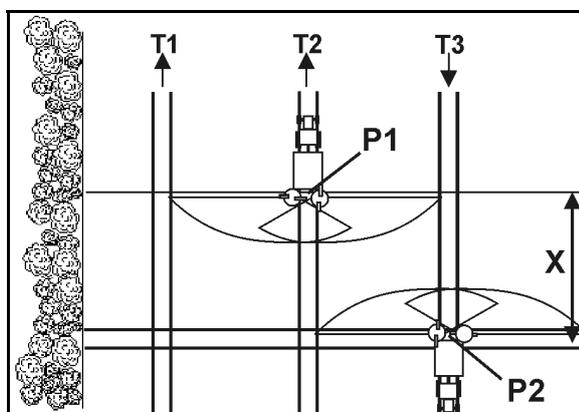

Fig. 65
- Abrir la corredera de cierre después de entrar en la calle por el punto P1 (Fig. 65), cuando los discos de dispersión se encuentren a la distancia correspondiente al tramo X con respecto a la calle de la cabecera.
- Cerrar la corredera antes de salir de la calle por el punto P2 (Fig. 65), cuando los discos de dispersión se encuentren a la altura de la primera calle de la cabecera.